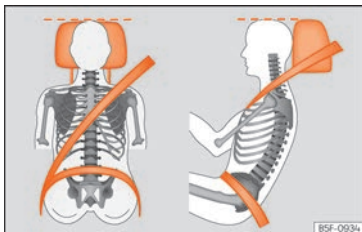

Fig. 3 Sangle bien ajustée et appuie-tête correctement réglé.
- Réglez l'appuie-tête de manière à ce que son bord supérieur soit, dans la mesure du possible, à la même hauteur que la partie supérieure de votre tête, et au moins à la hauteur de vos yeux. Gardez la nuque le plus près possible de l'appuie-tête » **fig. 3**.